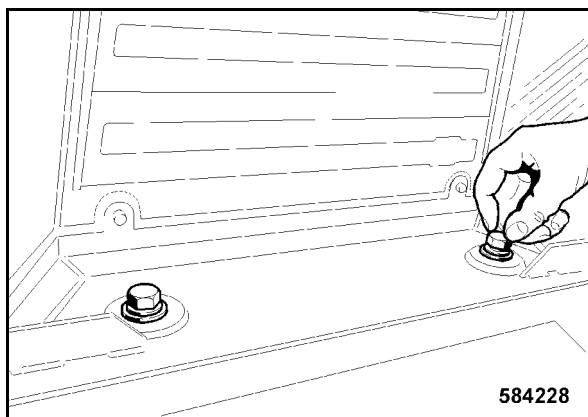

Fig. 201
- Apretar ambos tornillos de fijación (Fig. 201) en la zona trasera de la cabina con la mano.